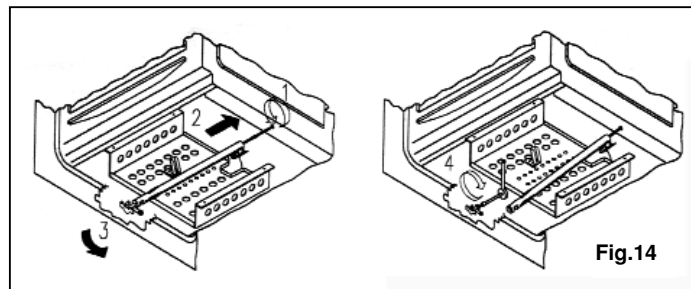

Fig.14
1. Desserrez la vis qui maintient le brûleur en place en tournant dans le sens contraire des aiguilles d'une montre. (Fig.14)
2. Poussez le brûleur vers l'arrière de l'appareil. (Fig.14)
3. La partie avant du brûleur se détache. Maintenez-le dans cette position pendante. (Fig.14)
4. Remplacez l'injecteur. Utilisez une clé no 7. (Fig.14)